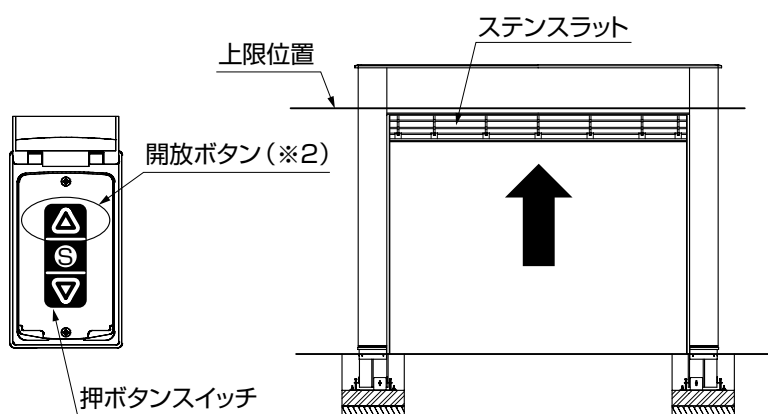

図12-2
③押ボタンスイッチの開放ボタン(※2)を、シャッターが上限位置に上昇するまで押し続けてください。(図12-2参照)